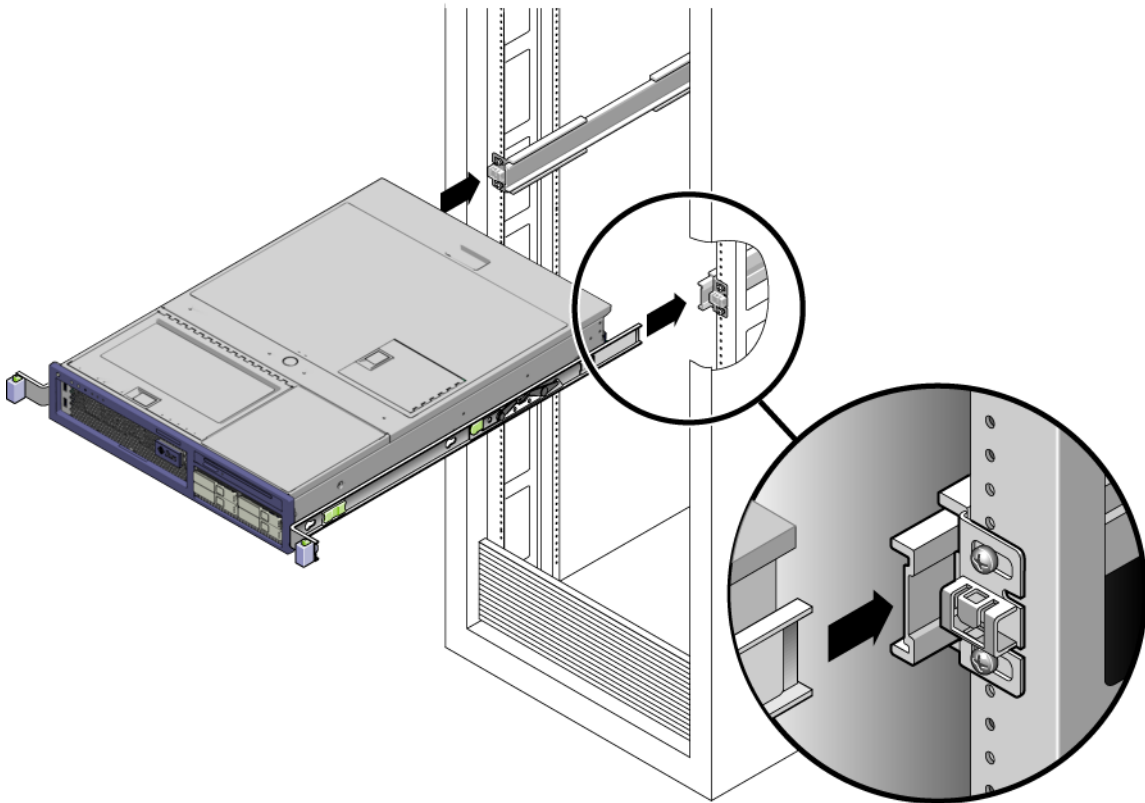

ABBILDUNG 2-7 Anbringen des Gehäuses auf den Schienen
10. Setzen Sie die Enden der Montagebügel in die Schienen ein (ABBILDUNG 2-7).